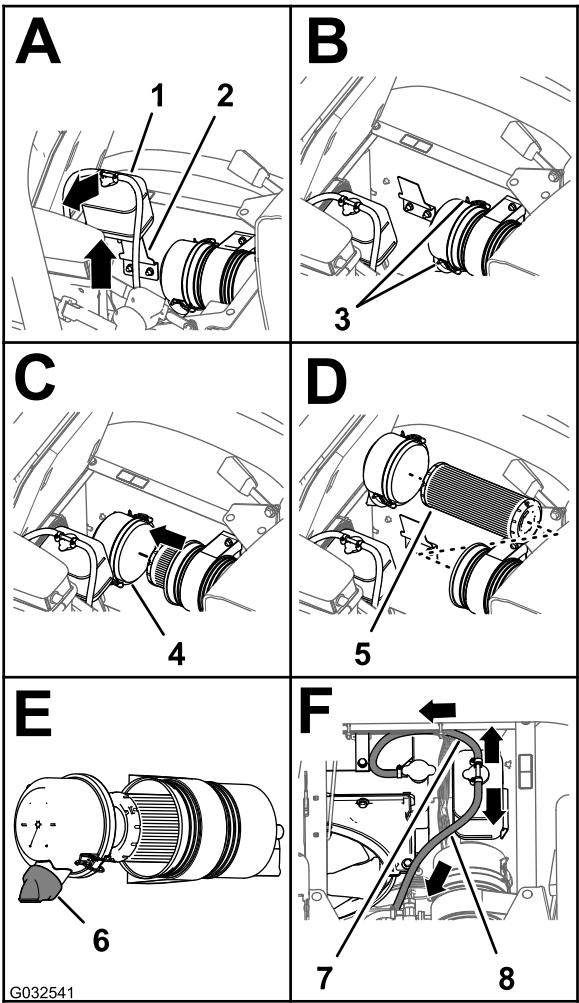

Figura 69
3. Sollevate il serbatoio di troppopieno del refrigerante ed estraetelo dalla staffa di supporto del serbatoio (Figura 69).
4. Allentate i 2 fermi che fissano il coperchietto antipolvere al corpo del filtro dell'aria (Figura 69).
6. Pulite l'interno del coperchietto antipolvere, corpo del filtro dell'aria e valvola antipolvere con un panno umido (Figura 68 e Figura 69).
7. Inserite l'elemento del filtro dell'aria nel corpo del filtro dell'aria (Figura 69).
8. Montate il coperchio sul corpo del filtro dell'aria e fissatelo con i 2 fermi (Figura 69).
**Nota:** Assicuratevi che la valvola antipolvere sia allineata tra le posizioni a ore 5 e ore 7 vista dall'estremità (Figura 69).
9. Allineate il serbatoio di troppopieno del refrigerante alla staffa di supporto del serbatoio e posizionatelo saldamente (Figura 69).
**Importante:** Assicuratevi che il flessibile di sfiato della pressione sia disposto in avanti e verso il basso e che il flessibile di sfiato del serbatoio sia disposto indietro, come illustrato nella Figura 69.